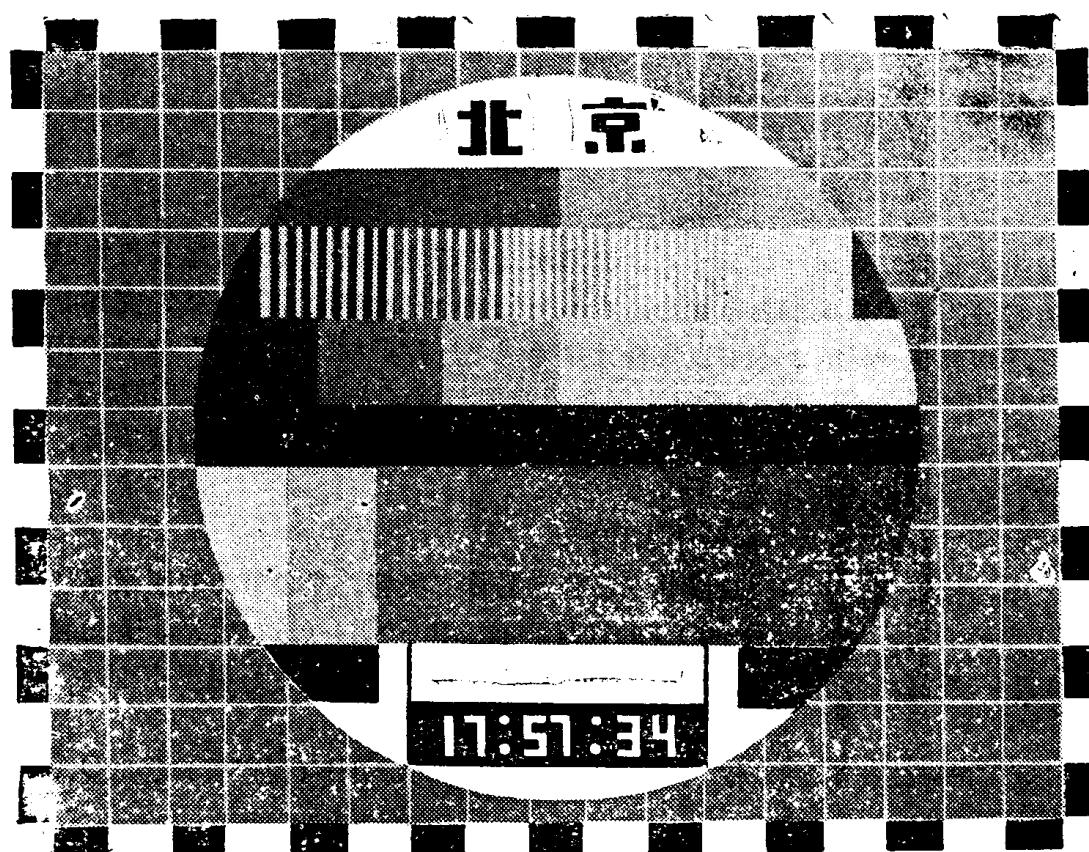

图 1-1 彩色广播电视台测试卡
(2) 印制板采用玻璃钢基板敷铜板，大印制板为 190×270 毫米²，小印制板为 60×80 毫米²。每个元件的位置都用印刷符号标明，便于装配、查找、修理，设计合理，性能可靠。
(3) 采用峰值桥波自动增益控制电路(用英文字头AGC表示)和截止型消噪音电路(用英文字头ANC表示)，以保证在有电气干扰或信号强弱波动大的恶劣条件下，稳定地收看。
(4) 频道转换装置(俗称高频头)采用我国联合设计的型号为KP12-2高频头。可接收VHF频段的十二个频道电视节目。每个频道上都有独立的微调装置(通过高频头上的微调套钮来调整)，当某一频道的微调调好使声象俱佳后，以后再收看这个频道时就不必再调整了。845型机装有TJS-3型高频头。
(5) 机壳采用ABS塑料注塑成型，机械强度高，在高温或低温条件下不产生变形。
(6) 使用室内天线时，接收距离为10~15公里，使用室外天线时可达40~60公里。
(7) 图象性能指标：
① 图象尺寸不小于 251×187 毫米²。
② 有限噪音灵敏度不劣于 $200\mu V$ (微伏)。简单地说，当天线使用得恰当时，只要天线上感应出 $200\mu V$ 或 $200\mu V$ 以下的电视信号电压供给电视机，就能收看到满意的图象和伴音。
③ 清晰度。荧光屏再现图象细节的能力叫清晰度。一般可以从彩色广播电视测试卡上看出。图1-1是在黑白电视机上收看到的彩色广播电视测试卡。大圆内第三部分(从上往下数)为清晰度线。此线从左至右分为五级。一部电视机能看清楚的最右边的那个等级就是它的清晰度。这五个等级是表明水平清晰度的，分别为140线、220线、300线、380线、500
④ 灰度可重现7级。可利用图1-1中大圆的第六部分的八个明暗依次变化的矩形块来检查灰度。当调整对比度和亮度钮时使八个矩形能从白到黑依次区分开来时，则图象层次丰富、逼真。
⑤ 荧光屏亮度最大60尼特（即60坎德拉/米²）。
⑥ 自动增益控制不小于40dB。其含意是当从天线上收到的电视信号电压的强弱程度变化100倍时，能保证收看稳定的图象和声音。
⑦ 选择性不小于20dB。其含义是本频道对相邻的上一个和下一个频道的电视信号电压有10倍的衰减作用，防止“串台”。
⑧ 扫描非线性。从图1-1中大圆外面的灰底白线方格的大小是否均匀可判断扫描的线性好坏。格子大小不均匀、不呈正方形而呈长方形都说明扫描非线性的程度大。本机水平方向非线性失真不大于17%；垂直方向非线性失真不大于12%。
⑨ 图象几何失真不大于3%。当电视机接收棋盘方格信号时，或观察广播电视台测试卡